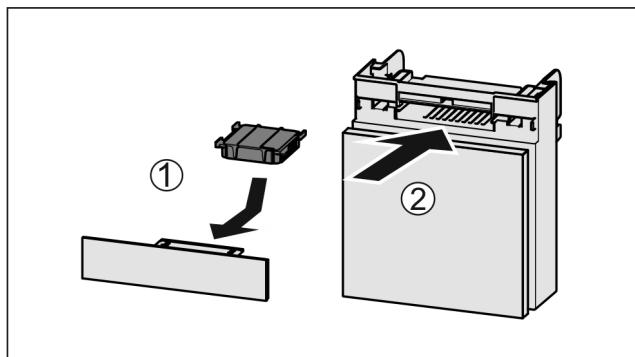

Fig. 36
- Установите фильтр с активированным углем, как показано на рисунке Fig. 36 (1).
► Вставьте отделение Fig. 36 (2).